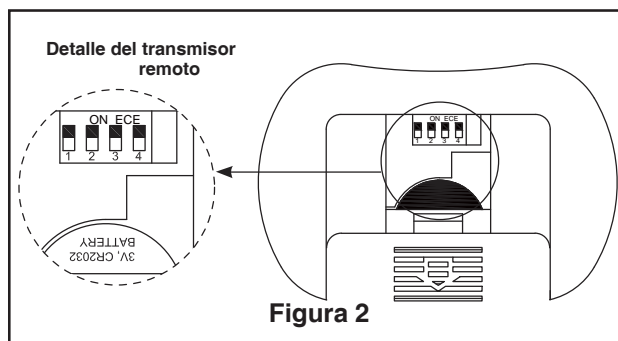

Figura 2
Caja profunda (Figura 2)
2. Retire el clip de horquilla y pasador de horquilla de la parte inferior de la bola para colgar. Retener el pasador y clip para la reinstalación en el paso 4. (Figura 2)
Debe colgar el ventilador a una distancia mínima de 2,13 m desde las aspas hasta el piso. (Figura. 2)
1. Para configurar el código del transmisor, extraiga la carcasa de la batería presionando firmemente debajo de la flecha y deslice la carcasa hasta extraerla. Mueva los interruptores de código hasta colocar el código de selección en la posición arriba o abajo. Los ajustes de fábricas vienen con todos los interruptores hacia arriba. No utilice esta posición. Con un destornillador pequeño o con una lapicera deslice firmemente hacia arriba o hacia abajo. (Figura 2)
2. Coloque y ajuste firmemente la cubierta para el tornillo de la base sobre los tornillos de reborde de la abrazadera para colgar mediante el mecanismo de seguro por giro del chavetero. (Figura. 2)
2. Fije los soportes de aspas al soporte del motor mediante los tornillos de 1/4"-20 a través de los orificios ubicados al costado del soporte del motor. (Figura 2)
2. Restaure la fuente de alimentación de la toma de corriente enciendi la electricidad del fusible principal. (Figura 2)